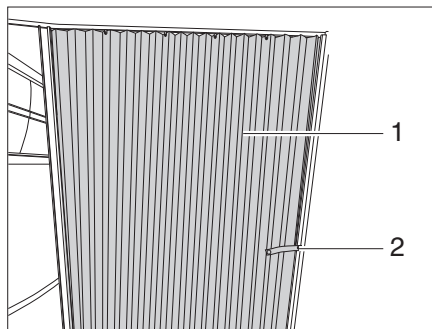

Fig. 78 Rideau pliant
- Détacher la bande de sécurité (Fig. 78,2).
- Tirer le rideau pliant (Fig. 78,1) en position de fermeture.
- Amener le rideau pliant (Fig. 78,1) dans la position d'ouverture.
- Fixer le rideau pliant avec la bande de sécurité (Fig. 78,2).